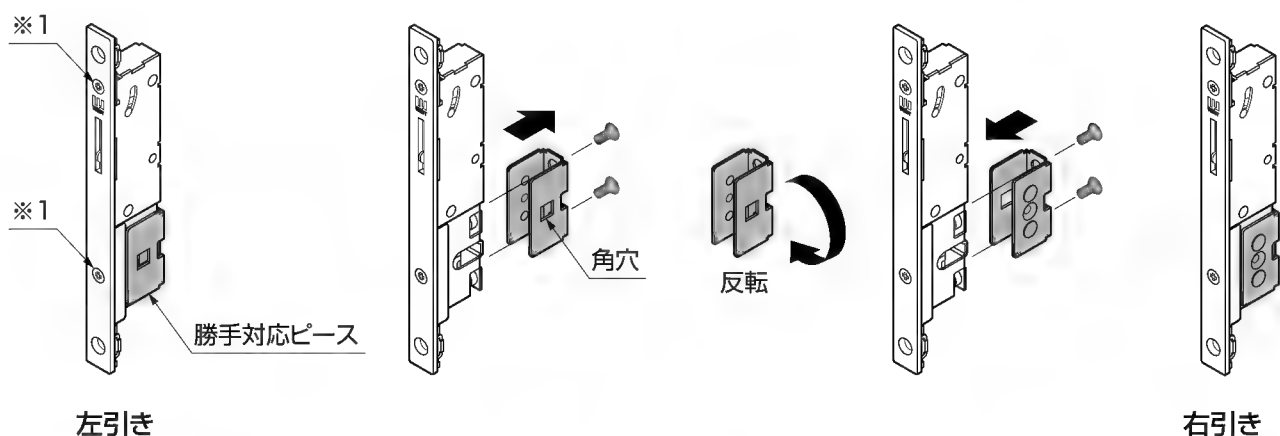

図7-2 勝手変更方法
- ①本体の引き方向に合わせて勝手対応ピースを組替えてください。(図7-2参照)